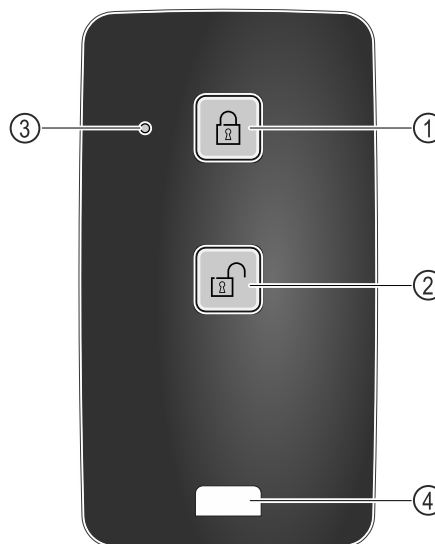

Fig. 212
- (1) Bloccare la serratura
- (2) Sbloccare la serratura
- (3) LED di stato
- (4) Occhiello di fissaggio
- Premere il tasto Fig. 212 (1) sul telecomando.
- Premere il tasto Fig. 212 (2) sul telecomando.
- Il LED di stato Fig. 212 (3) fornisce un feedback visivo quando viene premuto un pulsante.
- Occhiello Fig. 212 (4) per agganciare il telecomando, ad esempio a un portachiavi.